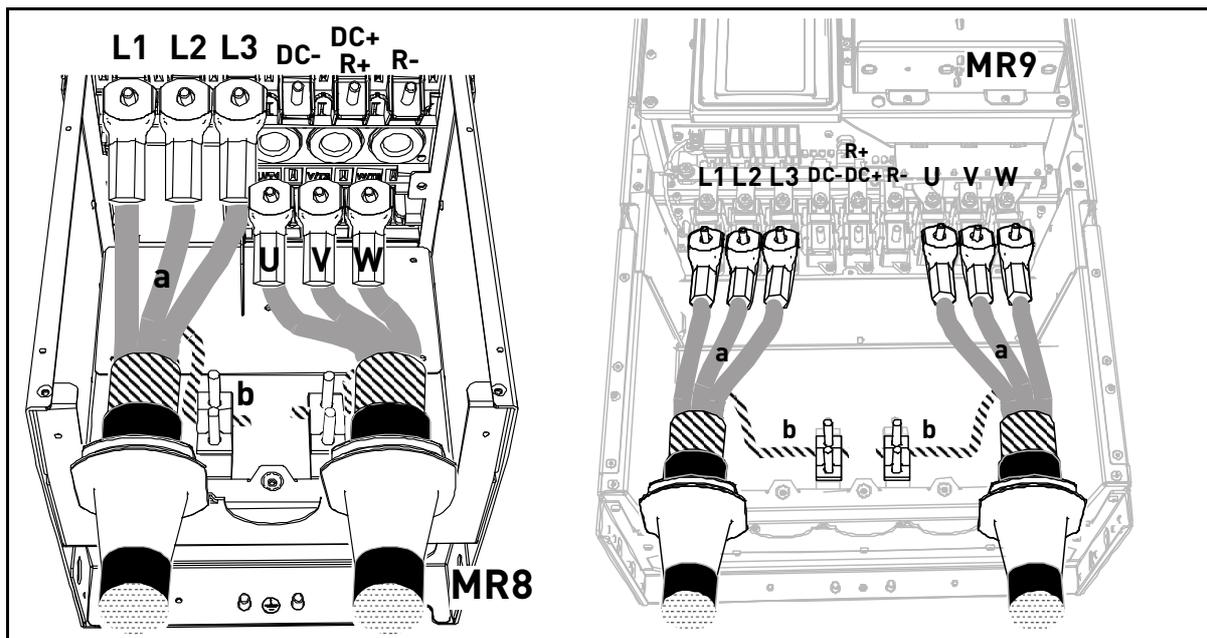

Figura 39.
- Abra o restante da blindagem de todos os cabos em “leque” e faça a conexão do terra como mostrado em Figura 39 (b) usando a braçadeira da *bolsa de Acessórios*.